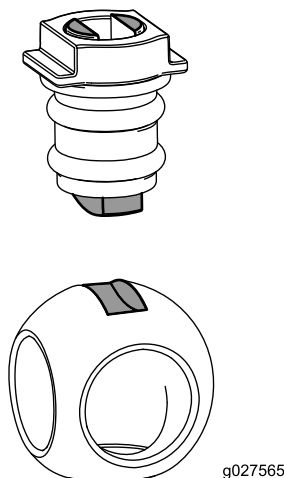

Figure 131
6. Insérez la bille dans le corps de la vanne (Figure 131).
Remarque: La tige de la vanne doit entrer dans la fente d'entraînement de la bille. Si la tige de la vanne ne rentre pas, ajustez la position de la bille (Figure 131).